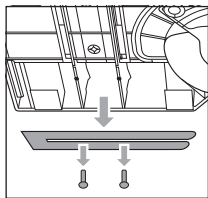

Abb. 1
- ◆ Nehmen Sie die Halteclips **8** von der Unterseite des Produkts ab und entfernen Sie die Führungsstäbe **7** (siehe Abb. 1).